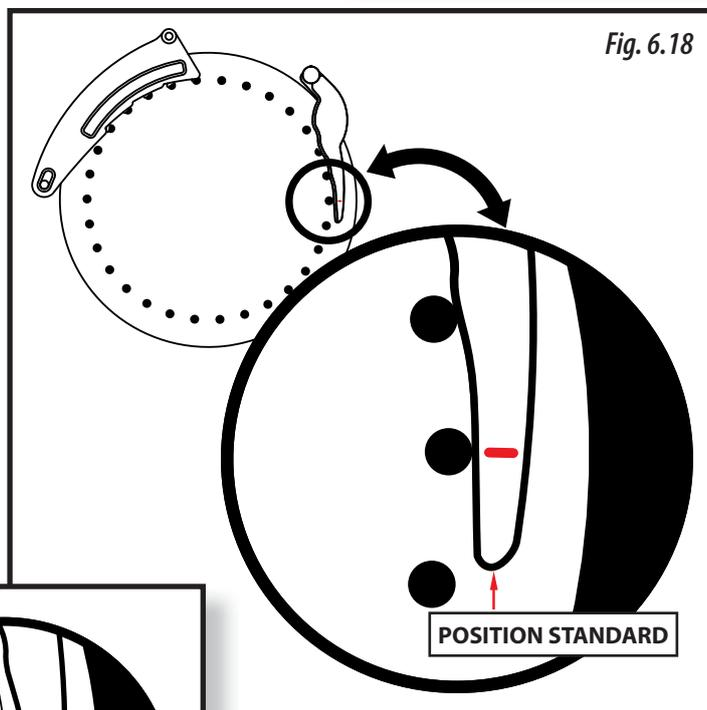

Fig. 6.18
- 4- Positionnez le patin dans la position désirée. Pour le réglage standard, placez le patin sur la tangente extérieure de l'alvéole correspondant à la ligne de coupure de dépression (voir marque rouge sur le patin, Fig. 6.18).
LA MARQUE ROUGE DU PATIN (Fig. 6.18) INDIQUE LE POINT DE RÉGLAGE DE L'ÉTAPE 4.